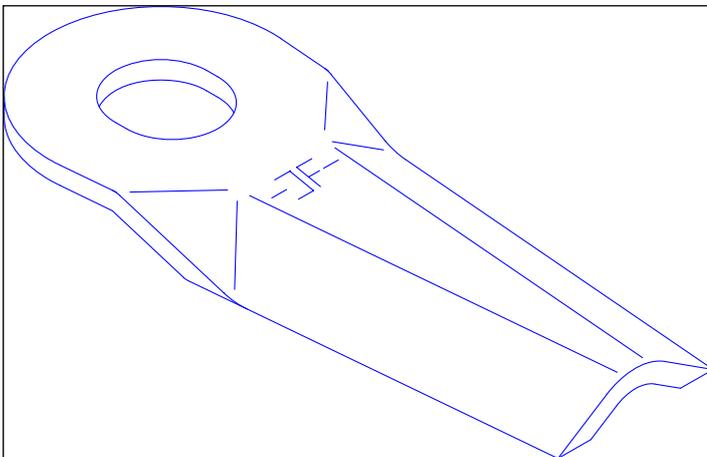

Fig. 3-2
**Fig. 3-2** Die Profilierung der Messer gibt eine extrem hohe Steifheit, die teils sichert, daß ein Messer selten biegt und Scheiben und Balken beschädigt, und teils ein langes Leben wegen großer Verschleißfestigkeit sichert.